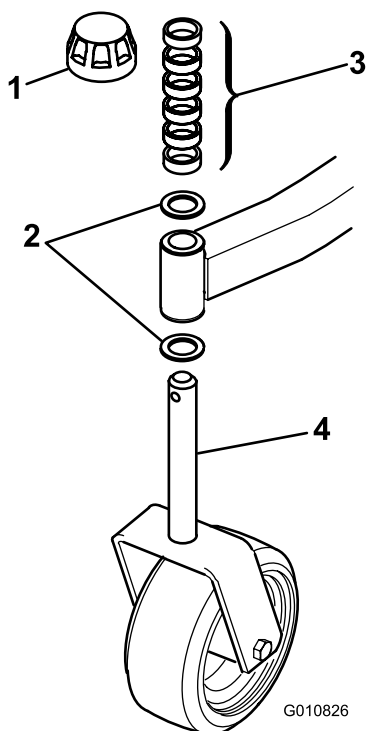
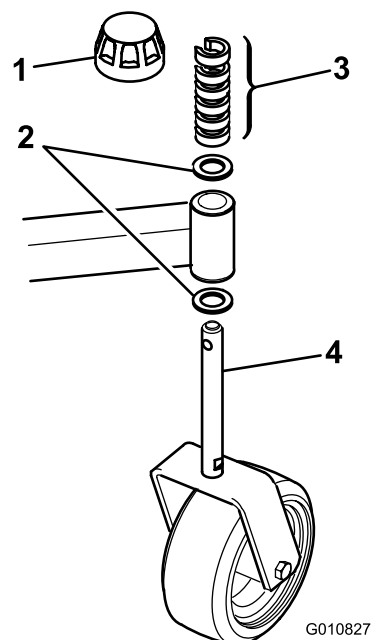

Figura 3
Figura 4
1. Retire as tampas de fixação dos rolamentos do eixo e desloque os espaçadores e anilhas de encosto (Figura 3 e Figura 4).